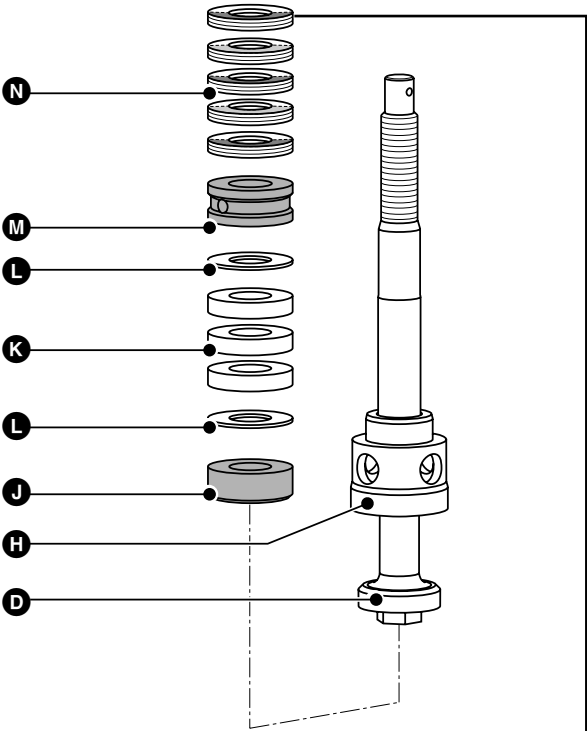

Fig. 5
16. Colocar as partes interiores do empanque seguindo a ordem inversa à indicada no ponto 10. **Fig. 5 e 6**
19. Colocar as partes interiores do empanque seguindo a ordem inversa à indicada no ponto 10. **Fig.5 e 6**